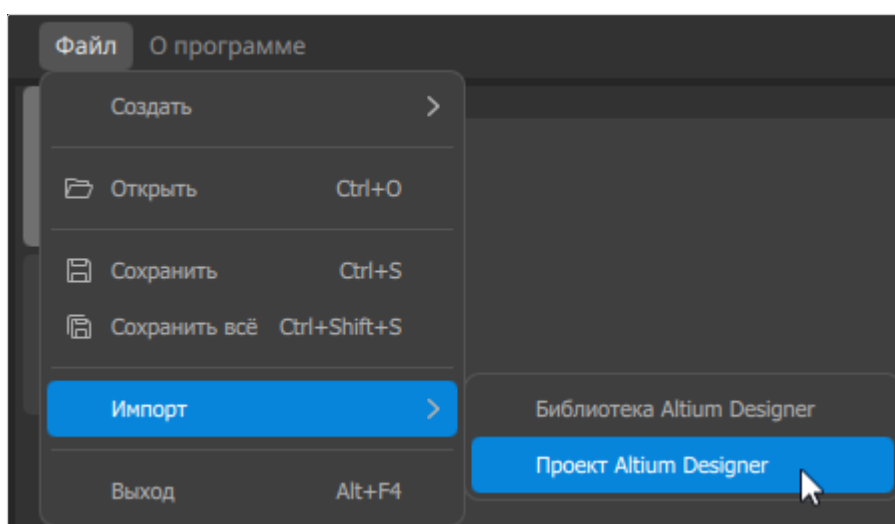

Рисунок 81. Пункт меню «Файл» → «Импорт» → «Проект Altium Designer»
- 1) Вызвать пункт меню «Файл» → «Импорт» → «Проект Altium Designer» (см. рисунок 81).